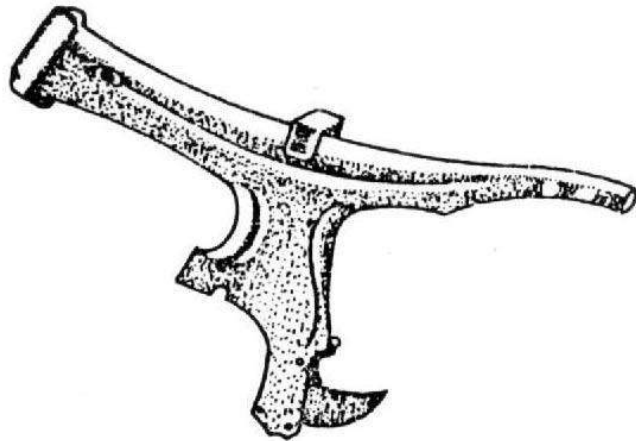

Fig. 5
• **de aço estampado ou prensado** – costuma ser de duas peças de aço ou chapa metálica, soldadas em volta de uma costura central. Sob o ponto de vista industrial, é o mais econômico, porém com a desvantagem de ter maior peso que o tubular, além de ser muito rígido, o que dificulta os serviços de reparo e manutenção (fig. 5);